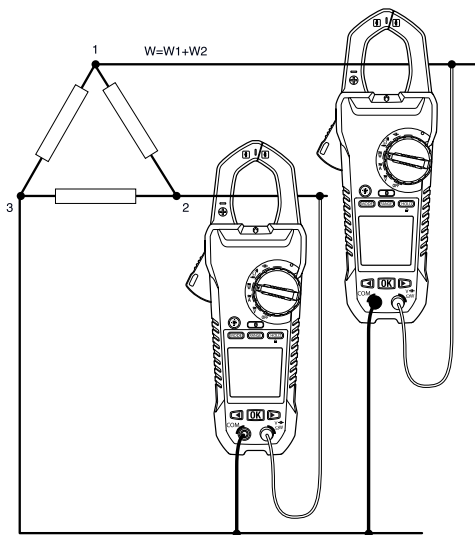

Figura 5.3 Medición de carga trifásica en tres cables
La alimentación en una configuración trifásica de tres cables (estrella) se mide en dos pasos, según lo indicado en la figura 5.3. La alimentación total es la suma de dos mediciones: $W = W_1 + W_2$.
3. Realice dos mediciones de la alimentación activa, según se indica en la figura 5.3.